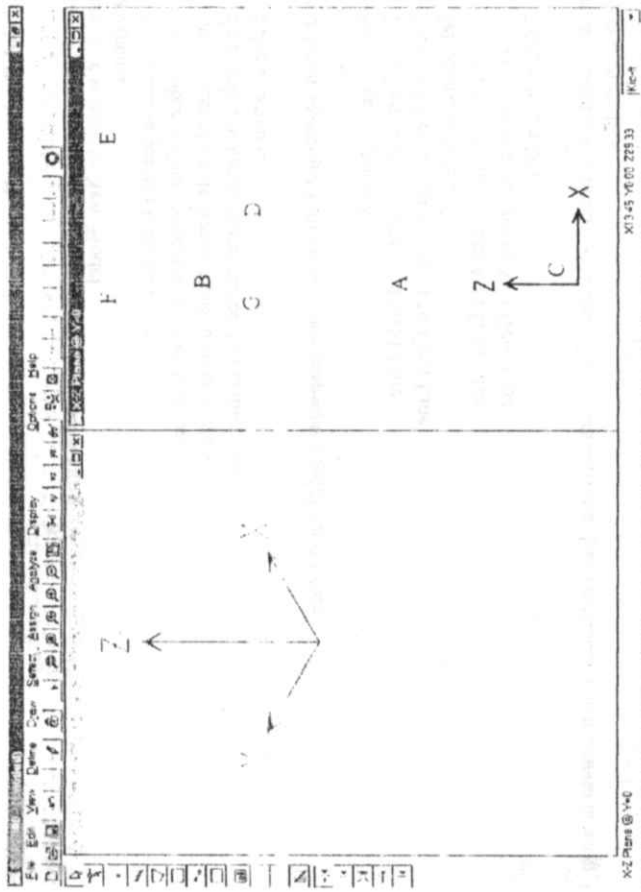

Figura C-1: el Esquema de la Reja Inicial en el Plano de X-Z
9. Pulse en la reja denominada A, en la figura C-1 para ingresar un elemento al modelo.
10. Pulse en la reja denominada B, en la figura C-1 para ingresar un elemento al modelo.
12. Pulse en los puntos denominados C, D, y E de la figura C-1, en ese orden, luego presione del teclado enter para ingresar dos elementos mas.
13. Pulse en el punto denominado F y E de la figura C-1, en ese orden, luego presione del teclado enter para ingresar mas elementos.
14. Pulse en el punto denominado G y D de la figura C-1, en ese orden; luego...
15. Pulse en el punto denominado D y F de la figura C-1, en ese orden; luego...